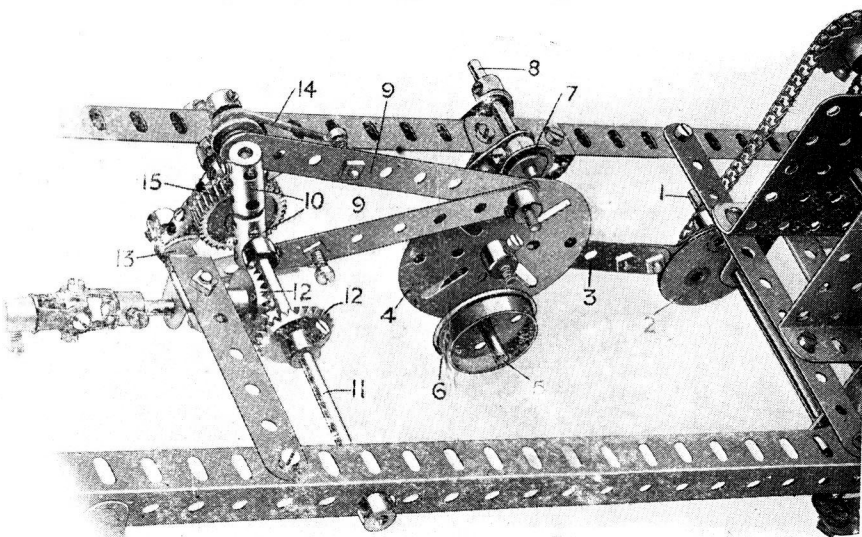

Fig. 4. Convertisseur fait avec Meccano.
Le modèle Meccano qui reproduit le convertisseur Torque se construit comme suit : La tringle 1 (fig. 4) tourne au moyen d'une chaîne Galle actionnée par le moteur électrique fixé au châssis. Cette tringle porte un excentrique à 3 rayons (2) qui est relié par une bande de six trous (3) au milieu du plateau central (4). Une petite tringle (5) traverse le trou inférieur du